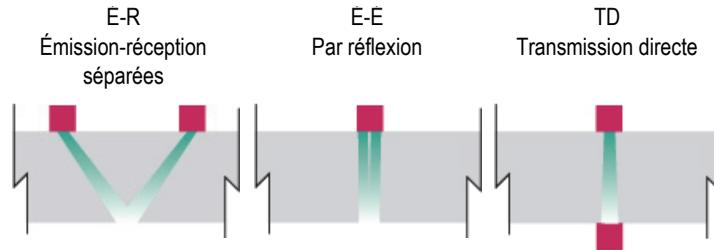

Figure 6-1 Choix des modes d'émission et de réception
2. Dans la liste **Réglages UT > Émetteur > Mode Tx/Rx**, sélectionnez le mode d'émission et de réception souhaité (illustré à la Figure 6-1 à la page 170).